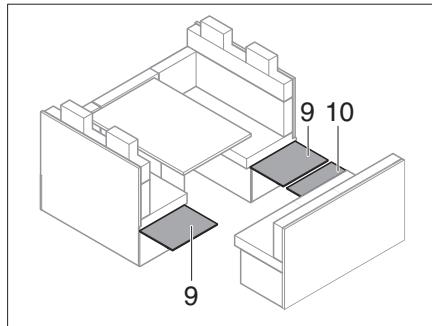

Fig. 230 Desplegar paredes laterales
- Desplegar paredes laterales de la caja del asiento (Fig. 230,9) y pared frontal de la caja del asiento (Fig. 230,10) banco longitudinal.